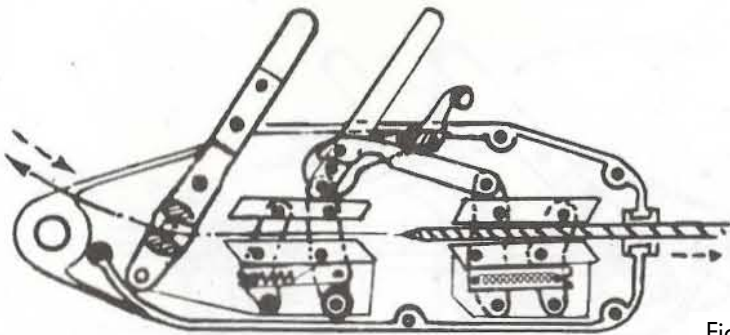

Fig. 1
Étape 1 (Fig. 1)
4. Retirer le câble (fig. 1). Quand le travail est terminé, l'extrémité de la pince sera ouverte dès que l'on pousse sur la poignée. Le câble d'acier pourra être retiré du palan. Nettoyez le câble sale et l'enrouler correctement, afin qu'ils soient prêts pour la prochaine utilisation. Finalement, poussez sur la poignée pour refermer les extrémités de la pince, afin qu'elle ne reste pas trop longtemps ouverte. De cette manière, les ressorts fonctionneront beaucoup plus longtemps.